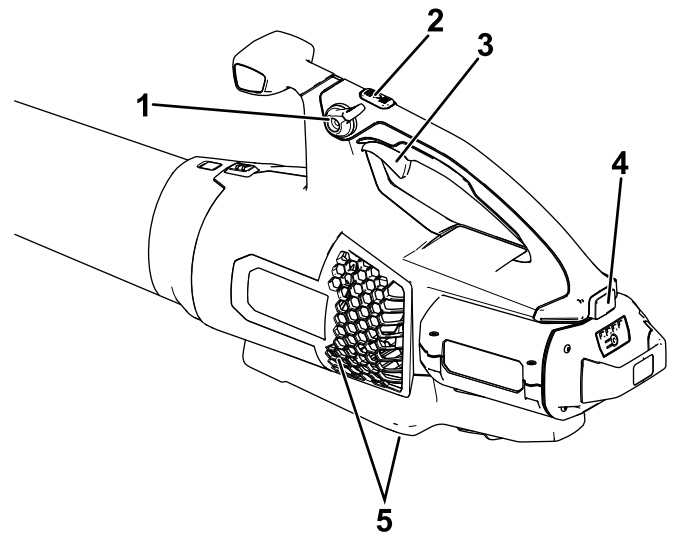

Figura 8
4. Para arrancar el soplador, apriete el gatillo de velocidad variable (Figura 8).
**Nota:** Active el bloqueo de velocidad para mantener la máquina encendida sin tener que apretar el gatillo de velocidad variable (Figura 8).
Para obtener el máximo rendimiento (velocidad de aire), mantenga pulsado el botón de potencia turbo durante el tiempo deseado (Figura 8).
Para ajustar la velocidad del aire mientras sopla, utilice el gatillo de velocidad variable (Figura 8).
Para mantener la velocidad actual del aire, active el bloqueo de velocidad (Figura 8).
Para apagar el soplador, desactive el bloqueo de velocidad (si lo está usando) y suelte el gatillo de velocidad variable (Figura 8).